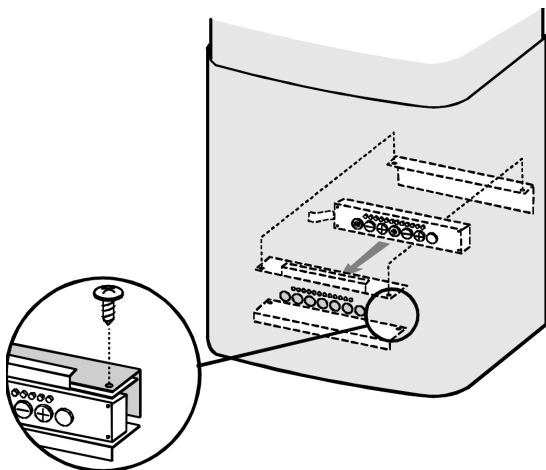

fig. 16
6. Approchez les tuyaux télescopiques et positionnez le boîtier des commandes entre les 2 étriers de support du tuyau inférieur (fig. 16) ; bloquez le boîtier des commandes à l'aide d'un autre étrier de support (fourni) à fixer avec 2 vis.
4. Approchez les tuyaux télescopiques et positionnez le boîtier des commandes entre les 2 étriers de support du tuyau inférieur (fig. 16) ; bloquez le boîtier des commandes à l'aide d'un autre étrier de support (fourni) à fixer avec 2 vis.